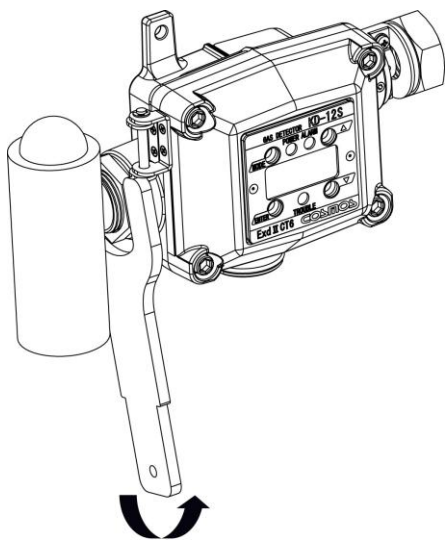

图 4 防爆声光报警灯安装
5. 至少拧 6-7 圈, 使螺纹啮合长度  $\geq 12.5\text{mm}$ , 调整声光报警器位置使灯头朝上, 然后用特制扳手锁紧防爆声光报警的六角螺母, 如图 4。